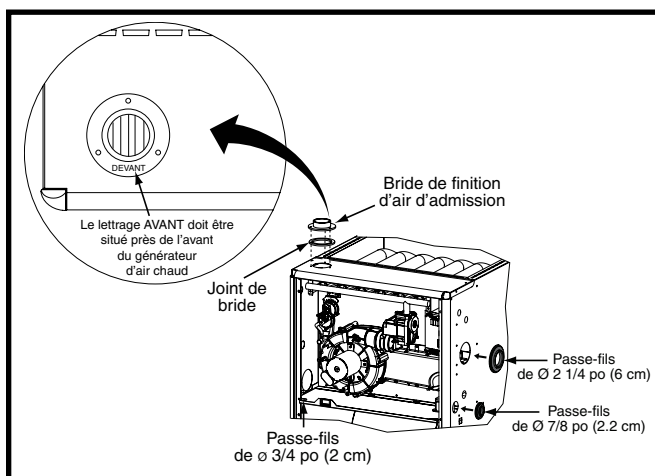
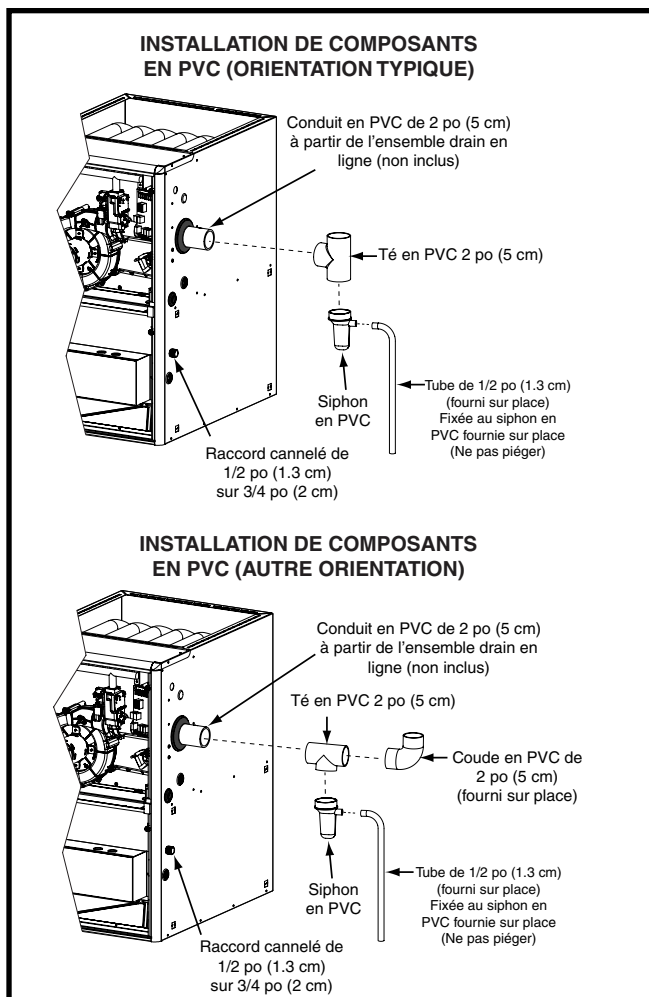

Figure 14. Bride de finition et passe-fils en caoutchouc
Figure 15. Composants en PVC
Les composants illustrés à la Figure 14 et à la Figure 15 sont inclus dans le sac de pièces supplémentaires fourni avec les générateurs d'air chaud *TC Selon le type d'installation, certains de ces composants sont facultatifs et peuvent ne pas être utilisés. Veuillez vous reporter aux descriptions et aux figures d'accompagnement pour installer ces éléments.
2. Placer la bride de finition sur le dessus du joint d'étanchéité de bride. **REMARQUE :** S'assurer que la bride est bien orientée de façon à ce que le lettrage AVANT soit situé à proximité de l'avant du générateur d'air chaud, comme indiqué à la Figure 14.
Le passe-fils en caoutchouc de 2 1/4 po (5,7 cm) est utilisé pour assurer l'étanchéité de l'ouverture entre l'armoïre du générateur d'air chaud et le conduit d'évent en PVC de 2 po (5 cm). Il faut installer le passe-fils en caoutchouc dans le trou de 3 po (7,6 cm) avant de sortir le conduit d'évent de l'armoïre. Aucun produit d'étanchéité n'est requis. Consulter la Figure 14.
- Le conduit en PVC de 2 po (5 cm) illustré à la Figure 15 n'est pas fourni dans le sac de pièces supplémentaires.
Le té et le siphon en PVC de 2 po (5 cm) sont utilisés lorsque l'inducteur est orienté pour faire sortir l'évent du côté gauche ou du côté droit de l'armoïre du générateur d'air chaud. Consulter la Figure 15.
1. Installer le té en PVC à la verticale sur le conduit d'évent de 2 po (5 cm) qui sort par le côté de l'armoïre. Coller les deux éléments ensemble de façon permanente au moyen de l'apprêt et de la colle appropriés. Se reporter à l'orientation typique illustrée à la Figure 15.
1. Installer le té en PVC à l'horizontale sur le conduit d'événement de 2 po (5 cm) qui sort par le côté de l'armoire. Coller les deux éléments ensemble de façon permanente au moyen de l'apprêt et de la colle appropriés. Se reporter à l'autre orientation illustrée à la Figure 15.